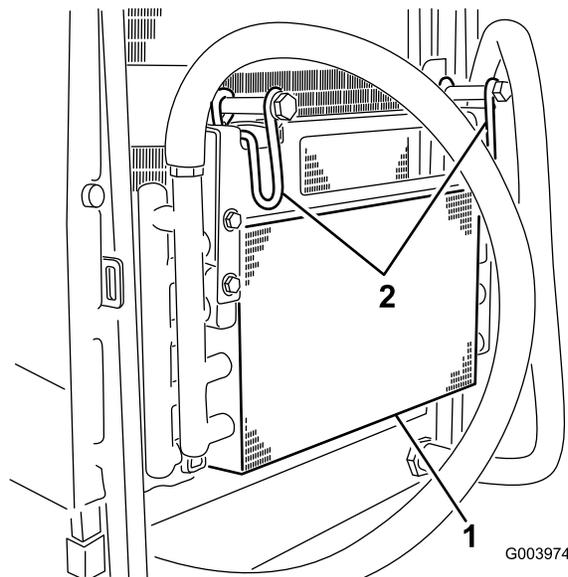

Рисунок 63
5. Поверните защелки внутрь, чтобы освободить маслоохладитель (Рисунок 63).